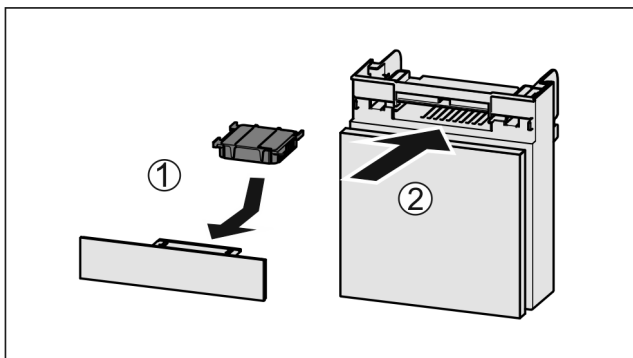

Fig. 170
- Insérer le filtre à charbon actif d'après le schéma Fig. 170 (1).
- Insérer le compartiment Fig. 170 (2).